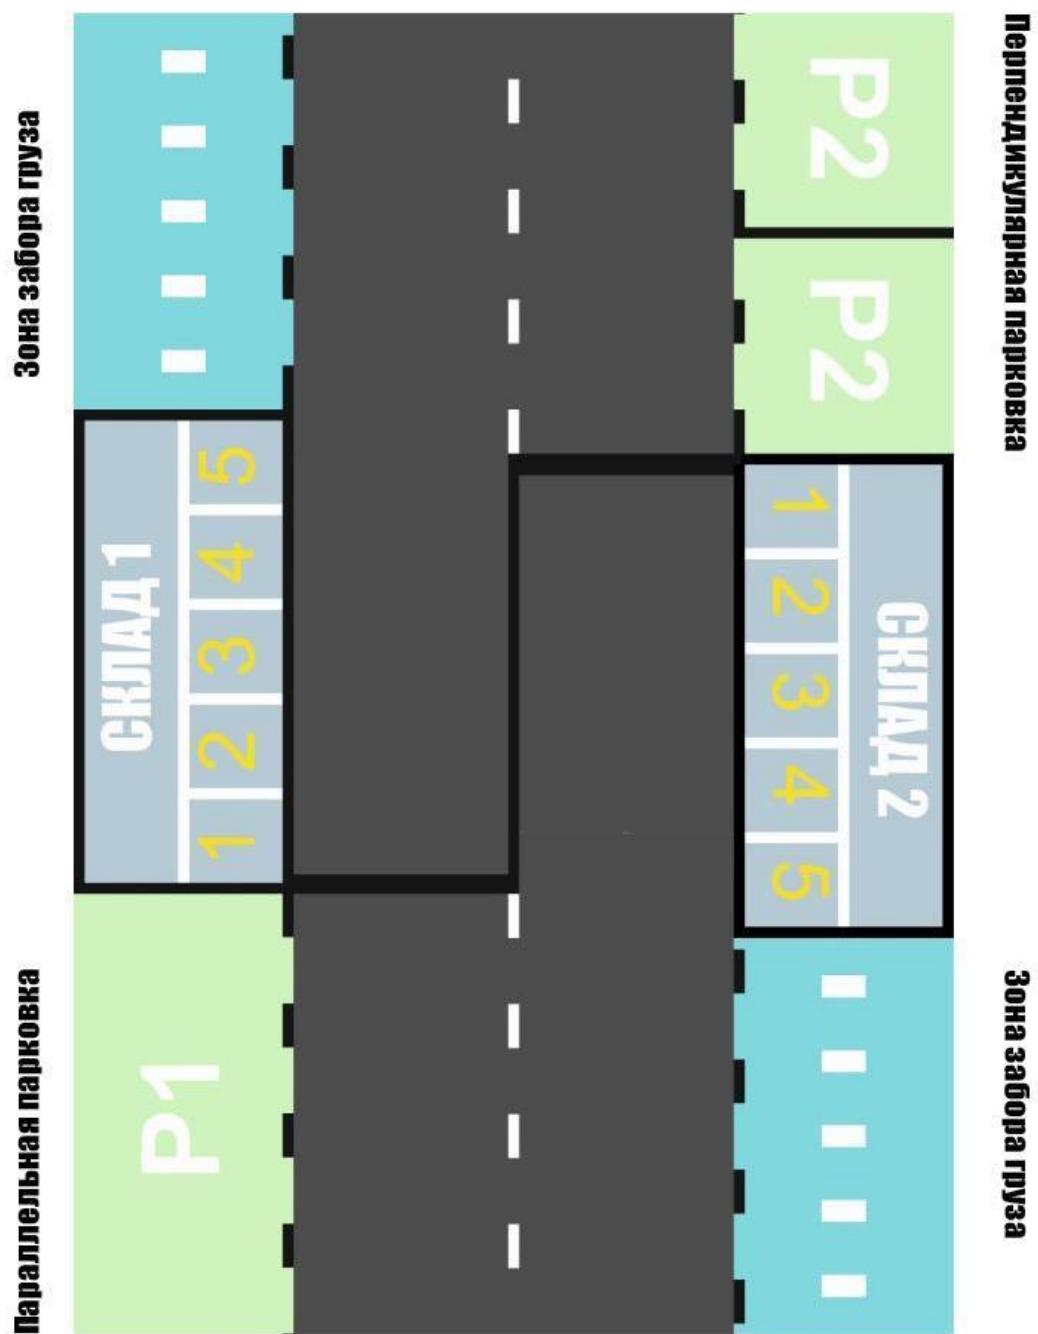

Рисунок 1 – Игровое поле AutoNet 14+ в рамках практического тура финала Олимпиады 2022 года
10.3. На поле присутствуют следующие игровые зоны и элементы (см. Рисунок 1 – Игровое поле AutoNet 14+):
- 11.2. Для участия в заездах командам необходимо иметь поле AutoNet 14+ (см. Рисунок 1).